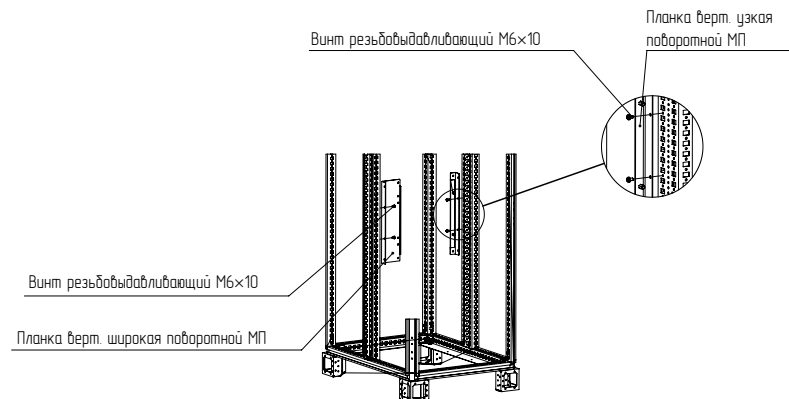

Рисунок 3
4.1.3 Установить планку вертикальную широкую поворотной МП, планку вертикальную узкую поворотной МП на стойках дополнительных вертикальных и закрепить винтами М6×10 в два отверстия в центре планок (рисунок 3). Момент затяжки – 7 Н·м.